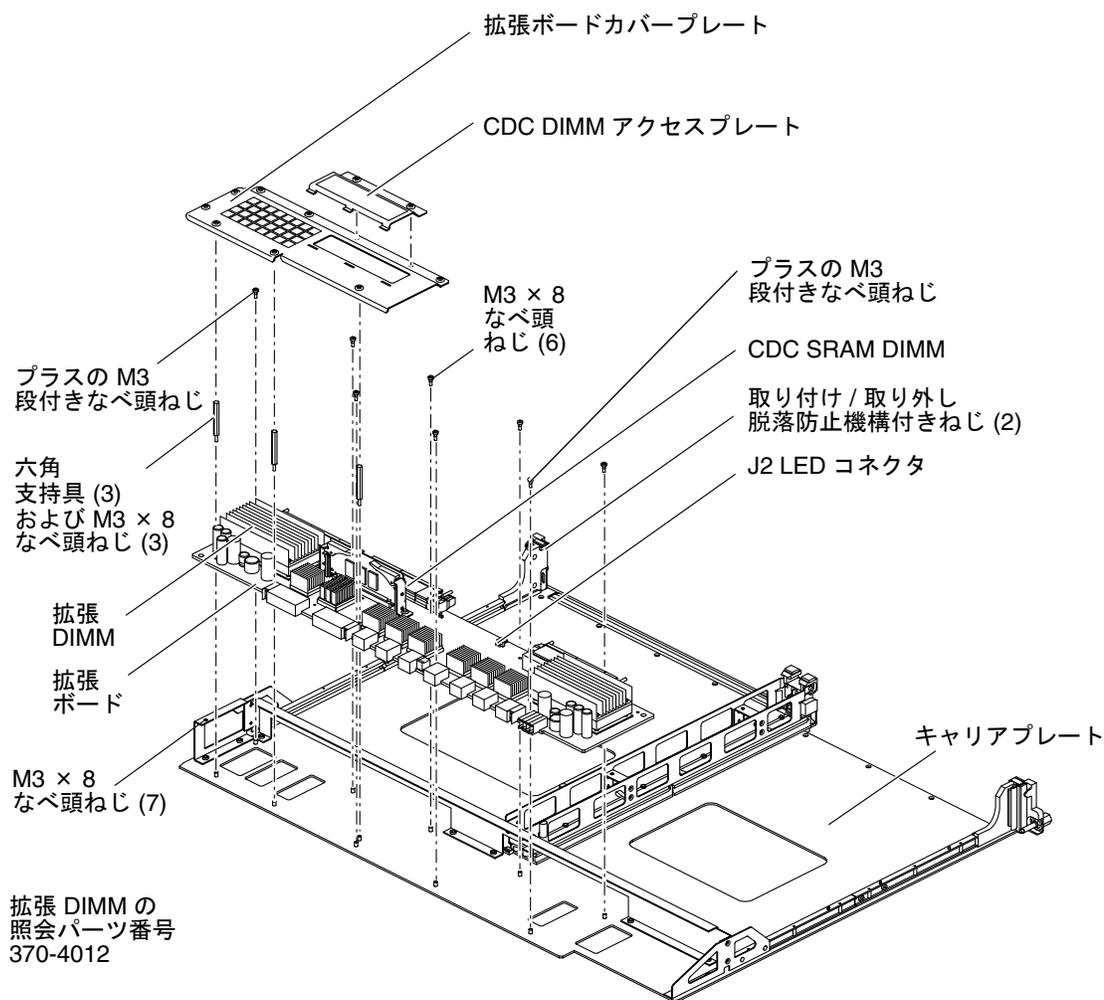

図 2-11 拡張ボードおよびキャリアプレート - 分解図
10. 拡張ボードをしっかりとつかんで持ち上げ、キャリアプレートの支持具から引き出します (図 2-11)。
2. 図 2-11 でねじ込み式の六角支持具の取り付け位置を確認し、3 つの六角支持具をボードに取り付けます。
7. 8本のM3脱落防止機構付きねじで、拡張ボードカバープレートを拡張ボードに固定します。詳細は、図 2-11 を参照してください。
8. CDC DIMM アクセスプレートの3つの爪の位置を拡張ボードカバープレートの挿入スロットに合わせて、アクセスプレートを拡張ボードカバープレートに取り付け、2本のM3脱落防止機構付きねじで固定します。詳細は、図 2-11 を参照してください。